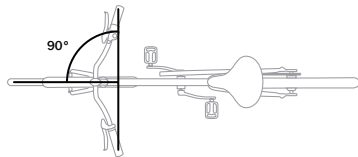

Figura 1.3: Alineación correcta del manillar y el sillín.
- Comprueba que el manillar forme un ángulo de 90 grados con la rueda (Figura 1.3).
- Comprueba que el sillín esté alineado con el centro de la bicicleta (Figura 1.3).